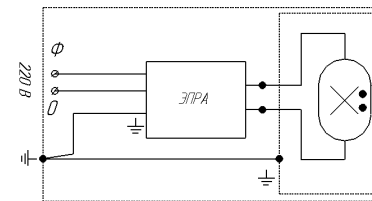
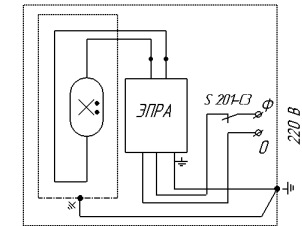

Рисунок 2 - Схема подключения к сети светильников без автоматического выключателя
Рисунок 3 - Схема подключения к сети светильников с автоматическим выключателем
5.2 Подсоединение проводов сети производить к клеммной колодке в соответствии с маркировкой, нанесенной у клеммной колодки, по схемам включения (рисунок 2) или к автоматическому выключателю и клемме ЭПРА, соответственно маркированным (рисунок 3), предварительно зажав их пластмассовой планкой при помощи саморезов. Заземляющий провод подсоединить к клемме клеммной колодки на панели, маркированной знаком заземления, или защитному зажиму, подсоединив к клемме (зажиму) одновременно заземляющий провод внутреннего монтажа. Закрыть светильник и защелкнуть защелки.